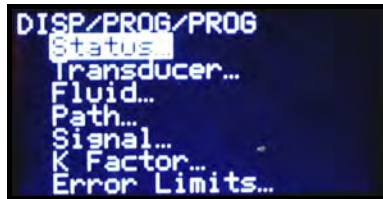

Figura 36: Menú PROG
3. Utilice las teclas [▲] y [▼] para desplazarse hasta el canal deseado y pulse [ENT]. La pantalla es similar a la de la Figura 36.